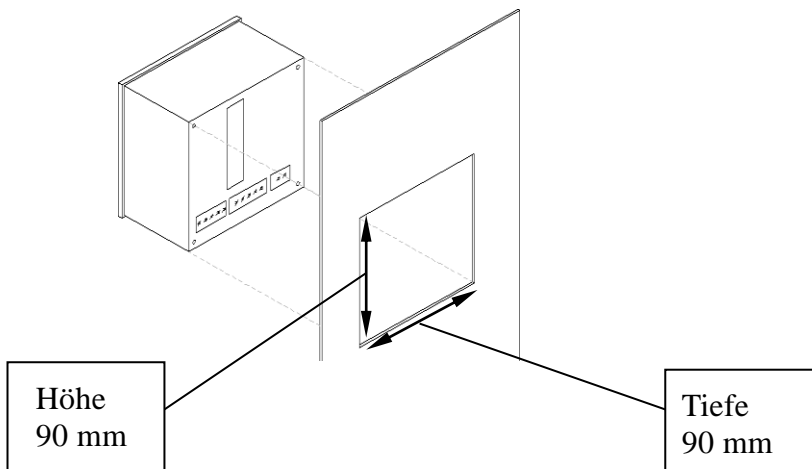

Abbildung 2.1 Schaltschrankausschnitt
1. Wählen Sie eine geeignete Stelle und bereiten Sie ein rechteckiges Loch entsprechen der Maße in Abbildung 2.1 vor.